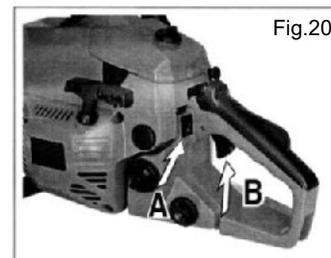

Fig.20
2. Coloque o interruptor (a) para baixo (Stop Parar) (Fig.20)